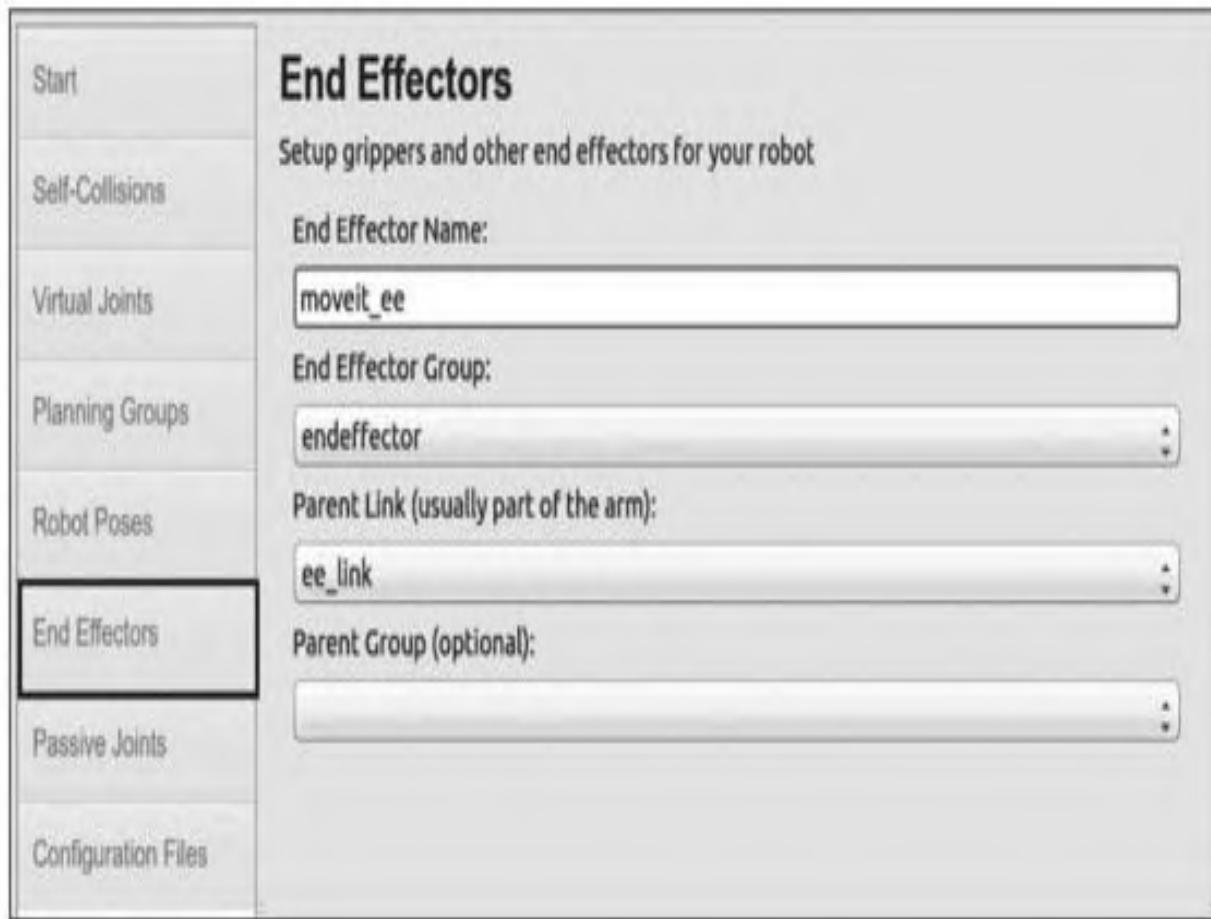

图14-6 在MoveIt!配置助手中设置末端执行器
8) 我们可以指定末端执行器（End Effectors），如图14-6所示，这也是一个可选设置。